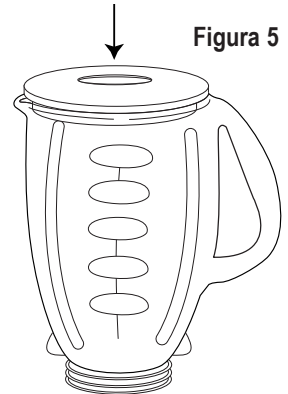

Figura 5
- No retire la Tapa con el artefacto en funcionamiento. Retire la Copa de Alimentación para agregar ingredientes más pequeños. (Figura 5)